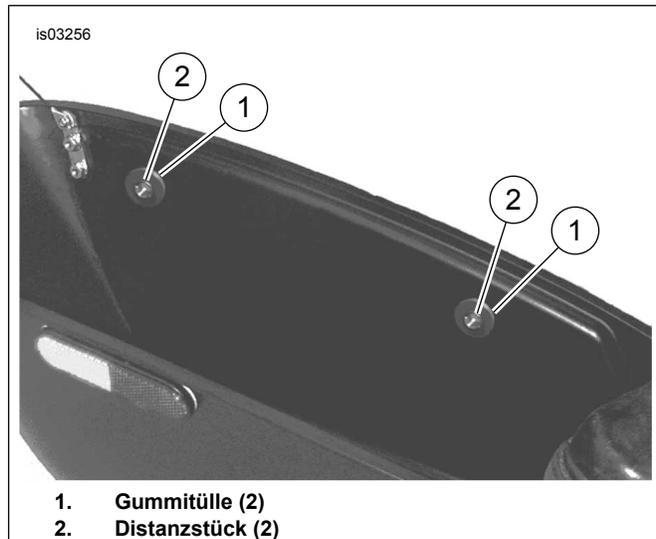
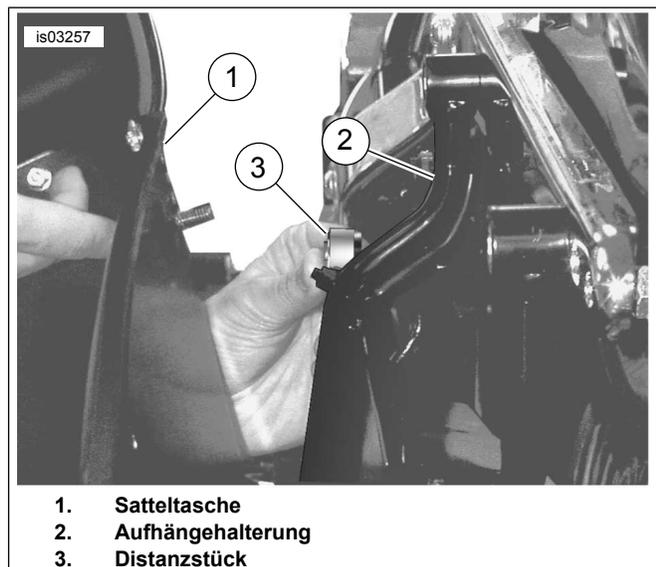

Abbildung 13. Tüllen und Distanzstücke einbauen
Abbildung 14. Distanzstück einbauen
1. Siehe Abbildung 13. Die Gummitülle (1) in den Öffnungen an der Satteltascheninnenseite einbauen.
2. Jeweils ein Distanzstück (2) in die Tüllen einsetzen.
3. Siehe Abbildung 14. Die Satteltasche (1) zum Aufhänger (2) halten, und das Distanzstück (3) zwischen Satteltasche und Aufhängehalterung ausfindig machen.